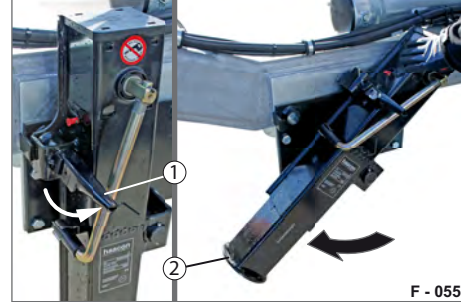

Abb. 80 Schwenkstütze sichern
- ▶ Ziehen Sie am Sicherungshebel (Abb. 80/1). Der Bolzen fährt aus der Arretierbohrung heraus. Die Schwenkstütze ist freigegeben.